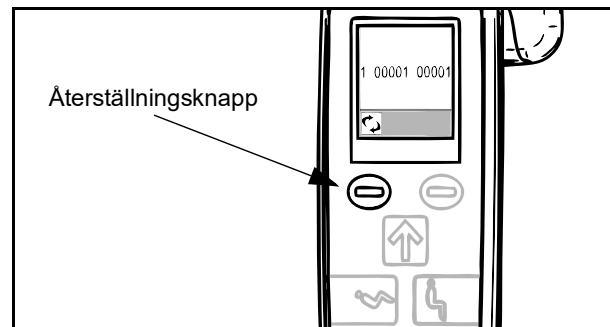

Fig. 3
3. Räkneverkets skärm visar två kolumner med siffror (se Fig. 3). Siffrorna representerar den ackumulerade tiden (i tiondels timmar) som lyftpelarens motor har drivits.